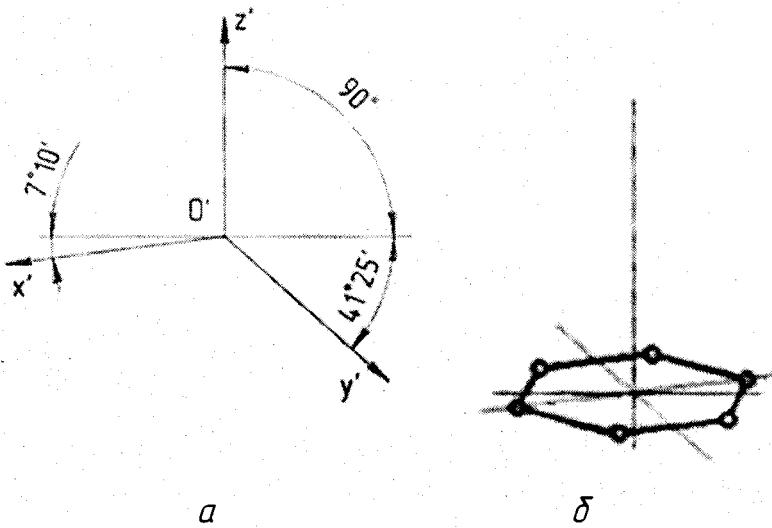

Рисунок 2
1) Побудувати аксонометричні осі (рисунок 2а)
2) Виконати побудову основи призми (рисунок 2б): Починаємо побудову з основи призми. Розташовуємо осі так, щоб вісь Z співпадала з центром кола, описаного навколо основи призми. Переносимо розміри з комплексного креслення паралельні осі X один до одного, а розміри, паралельні осі Y вдвічі меншими.